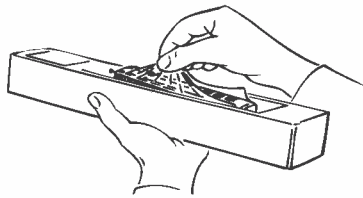
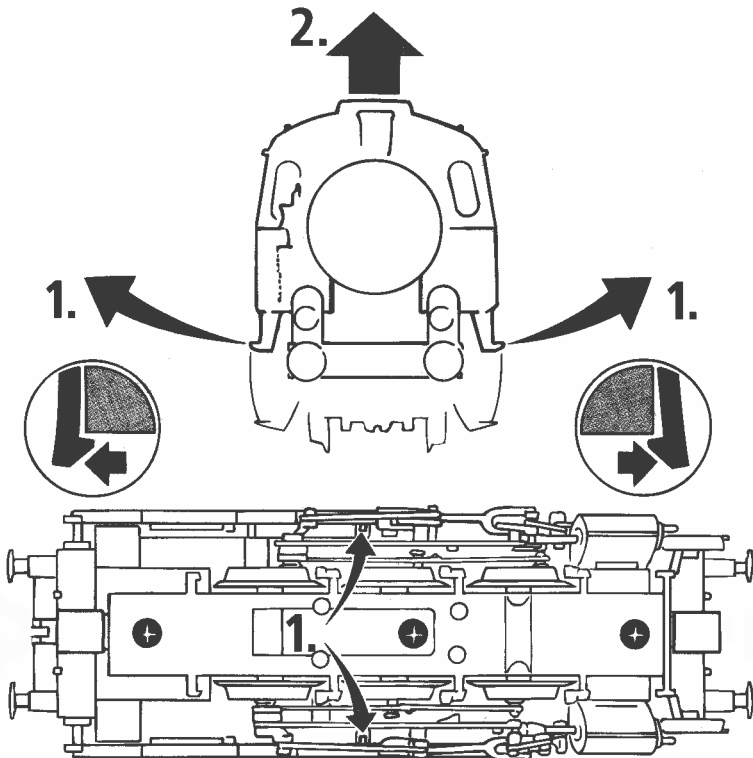

Fig. 2
Fig. 3
Zuerst das Lokgehäuse abnehmen (Fig. 2) Danach den Brückenstecker aus der Schnittstelle entfernen (diesen sorgsam aufbewahren). Zuletzt den Stecker des Decoders lagerichtig einsetzen (siehe Fig. 3).
2. Schmierung: Versehen Sie die im Schmierplan in Fig. 5 gekennzeichneten Stellen mit nur **kleinen Öltropfen**. Dazu zuerst das Lokgehäuse abnehmen (Fig. 2). Wir empfehlen den **ROCO Öler Art.-Nr. 10906**. Fürs Schmieren der Getriebeteile (Zahnräder, Schnecke) empfehlen wir das **ROCO-Spezialfett Art.-Nr. 10905**. Im Falle der Schmierung diese Teile **nicht ölen**.
3. Motorwechsel: Lokgehäuse abnehmen (Fig. 2). Danach wird der **Motor ausgebaut** (Fig. 6).
First remove loco body (fig. 2). Then remove the jumper from the interface. Finally put the plug of the decoder into the interface as shown in fig. 3.
2. Lubrication: Apply **tiny oil drops** to spots marked in fig. 5. Prior to lubrication dismantle the loco body (fig. 2). We recommend using item no. **10906, ROCO oiler**. For lubrication the gearparts (e.g. cogwheels, worm) we would recommend our ROCO **special grease** (item no. **10905**).
3. Motor Changing: First remove loco body (fig. 2), and then the motor (fig. 6).
Exploitation en télécommande multi-trains: Veuillez démonter d'abord la caisse (fig. 2). Enlevez ensuite la fiche de shuntage de l'interface (à conserver!) et enfichez finalement la fiche de décodeur aux prises de l'interface. Veillez à la position correcte de la fiche .
2. Graissage: N'appliquez **qu'une tout petite goutte** aux endroits indiqués par le plan de graissage (fig. 5) après avoir démonté la caisse du locomotive (fig. 2). Nous vous recommandons **le graisseur à huile ROCO réf. 10906**. Pour graisser les engrenages (roues dentées, vis sans fin) nous vous conseillons la **graisse spéciale ROCO réf. 10905** pour engrenages en matières synthétiques. Lorsque vous utilisez cette graisse il faut éviter d'huiler ces composants.
6. Remplacement du moteur: Démontez la caisse (voir fig. 2). Sortez ensuite le moteur de son longement (voir fig. 6).
voir } Fig.3